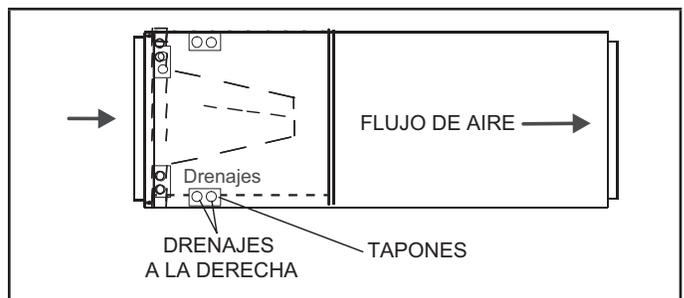

FIGURA 9. Configuración de descarga a la derecha
- 4 - La configuración horizontal se muestra en la Figura 9.